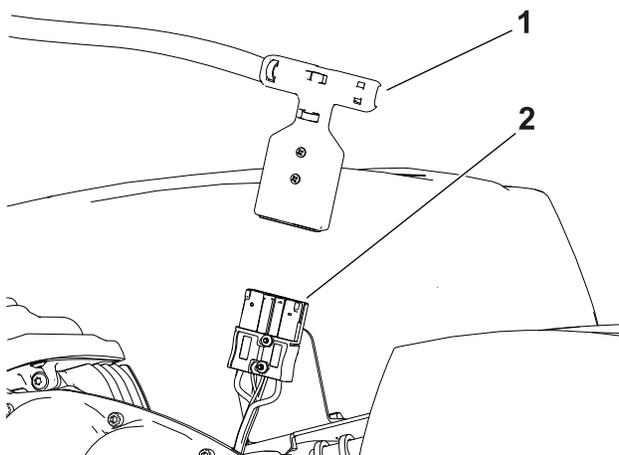

Figure 27
5. Débranchez la batterie en retirant le connecteur à poignée en T du connecteur d'alimentation principal (Figure 27).